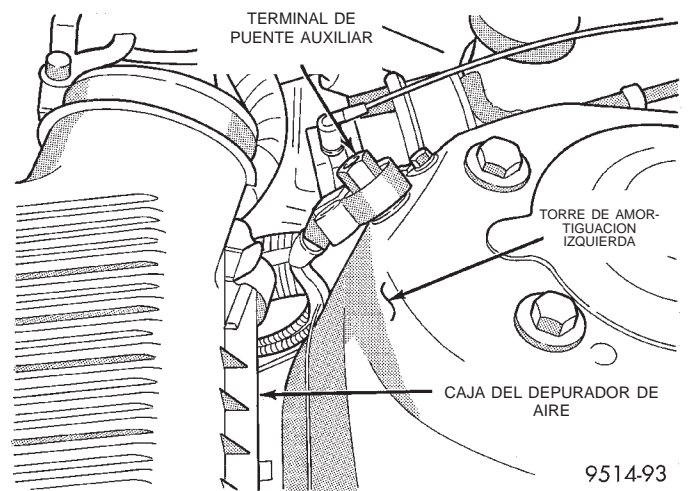

Fig. 18 Cable de la batería
- (1) Descargue la presión de combustible. Consulte el Procedimiento de descarga de presión del sistema de combustible en la sección Distribución de combustible.
- (2) Desconecte el cable de la batería (Fig. 18).
- (3) Eleve y apoye el vehículo.